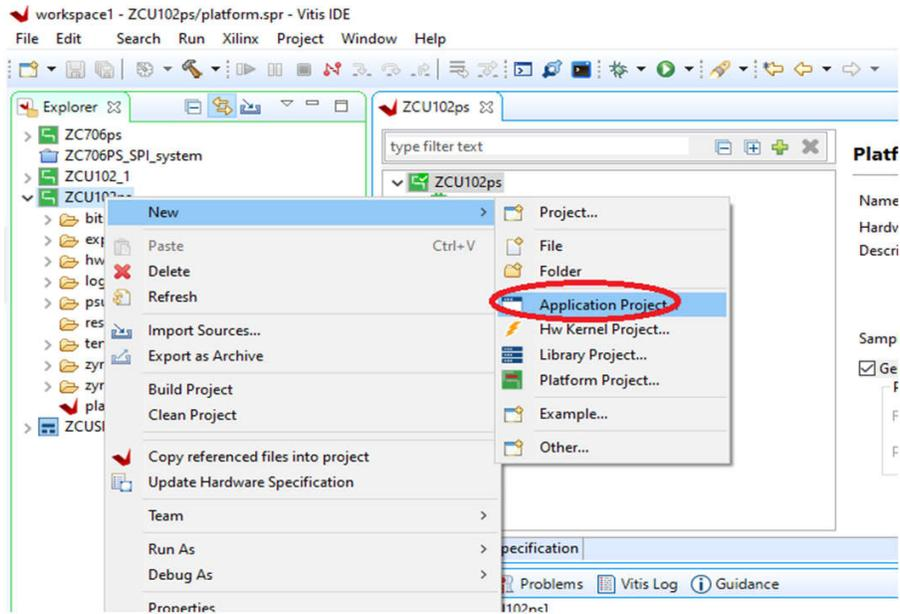

图 7-1. 新建应用工程
1. 右键点击 *Platform* 工程，转到 *New*，然后点击 *Application Project* (请参阅图 7-1)。